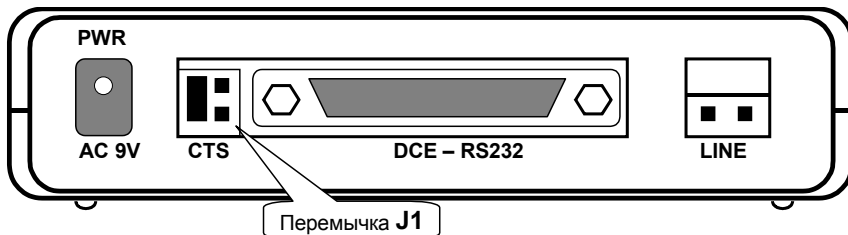

Рис. 5. Задняя стенка модема
На задней панели модема расположены разъёмы для подключения кабеля RS-232, физической линии и питания, см.Рис. 5.
3. Подключить и закрепить фиксирующими винтами разъём интерфейсного кабеля к 25 контактному разъёму RS-232, расположенному на задней стенке модема, см.Рис. 5 на стр.16.